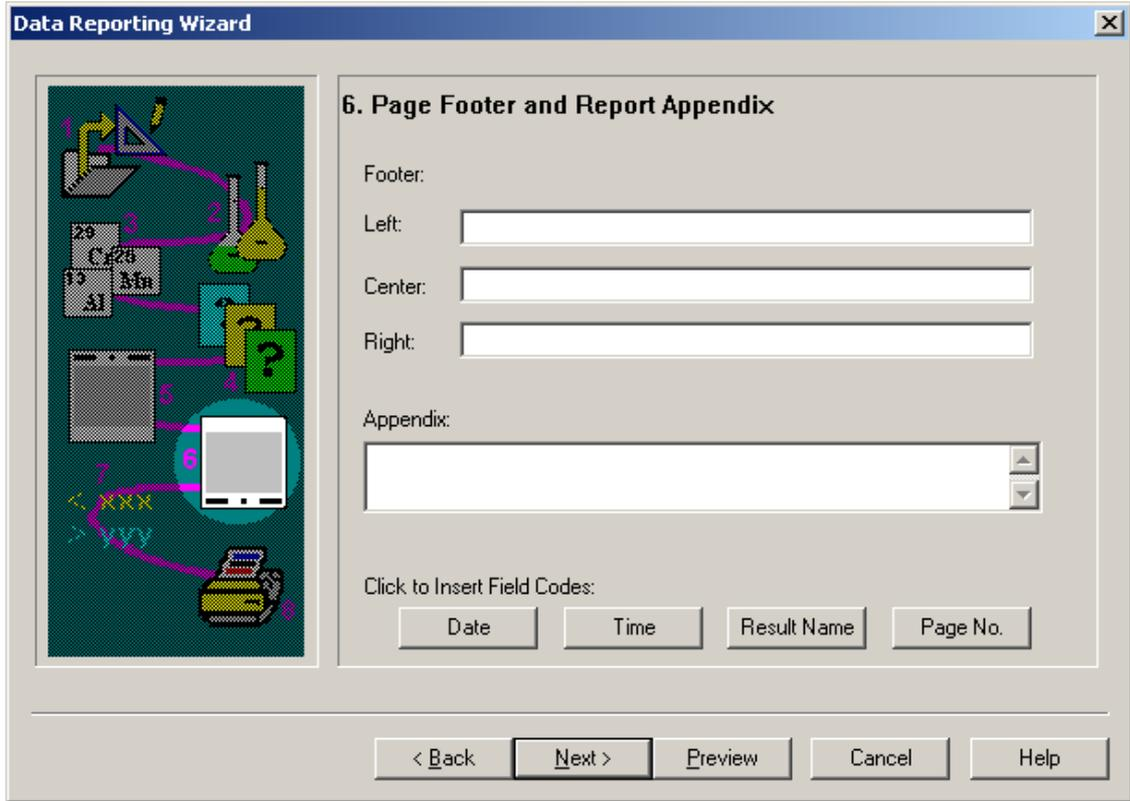

图 53. 报告页面下部和报告结束处内容输入画面
3.1.7 在上图的空格中,报告编纂人可输入报告的题目以及每一页的页面上方左,中,右部分显示的内容;还可通过下图 53 输入每一页页面下部希望显示的内容,包括报告编辑的日期,时间等,还可在报告的结束部分加入对该报告的必要解释和说明.